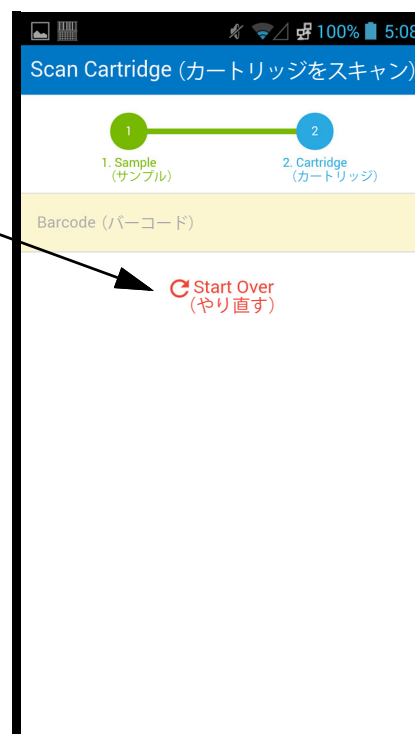

図 5-195. Cepheid Link 「カートリッジをスキャン」画面
- 2) オーダーが見つかった場合、成功画面（マークのある緑色の画面）が直ぐに表示され（図 5-192 を参照）、「カートリッジをスキャン（Scan Cartridge）」画面が表示されます。図 5-195 を参照。
- 4) オーダーが見つかった場合、成功画面（マークのある緑色の画面）が直ぐに表示され（図 5-192 を参照）、「カートリッジをスキャン（Scan Cartridge）」画面が表示されます。図 5-195 を参照。